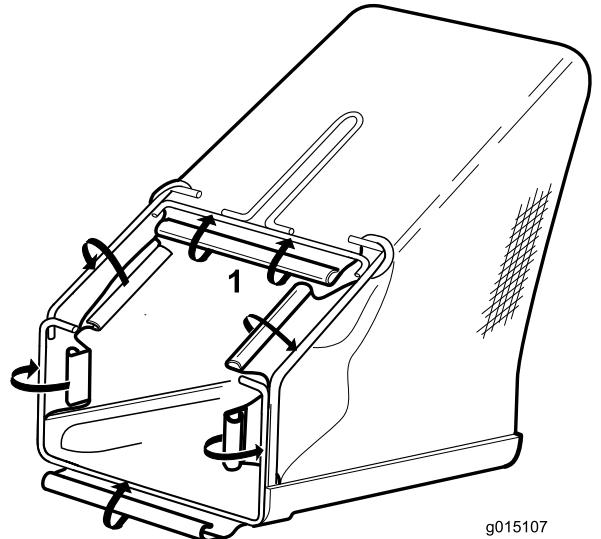

Bild 4
2. Bringt die sechs Kunststoffclips am Drahtrahmen an; fangen Sie am Bügel an (Bild 4).